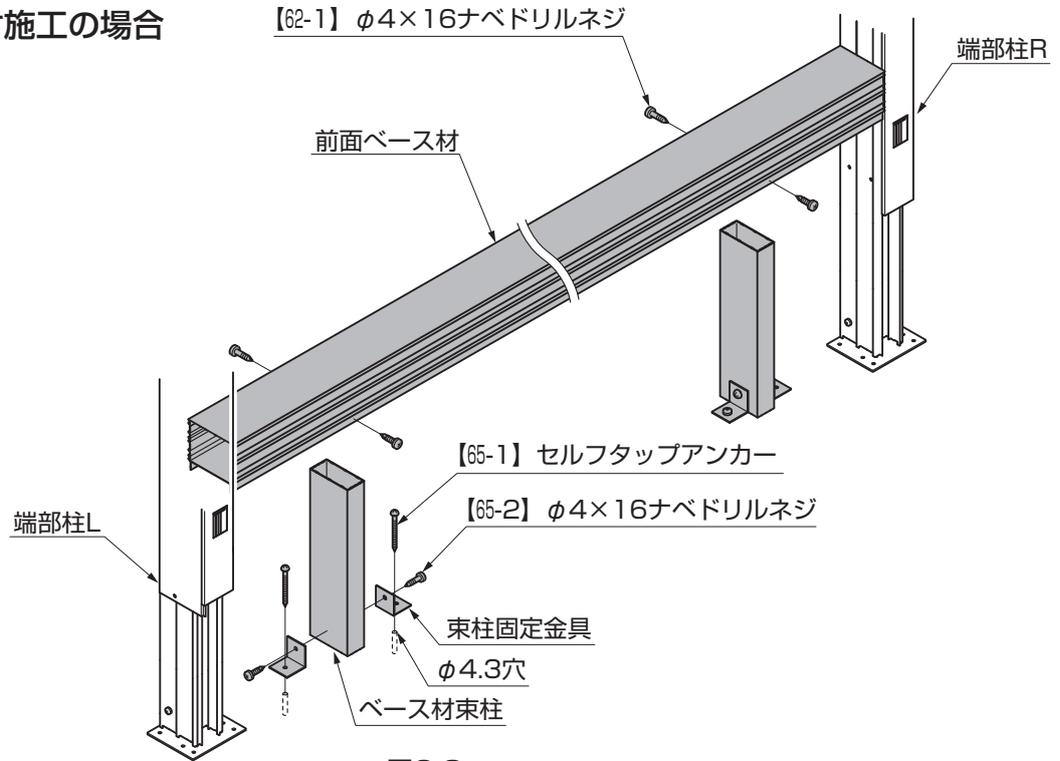

図6-3
- ①前面ベース材を束柱に【62-1】で取付けてください。(図6-3参照)
- ②束柱固定金具を取付ける箇所にφ4.3の下穴をあけてください。
- ③ベース材束柱を土間に束柱固定金具、【65-1】、【65-2】で取付けてください。(図6-3参照)